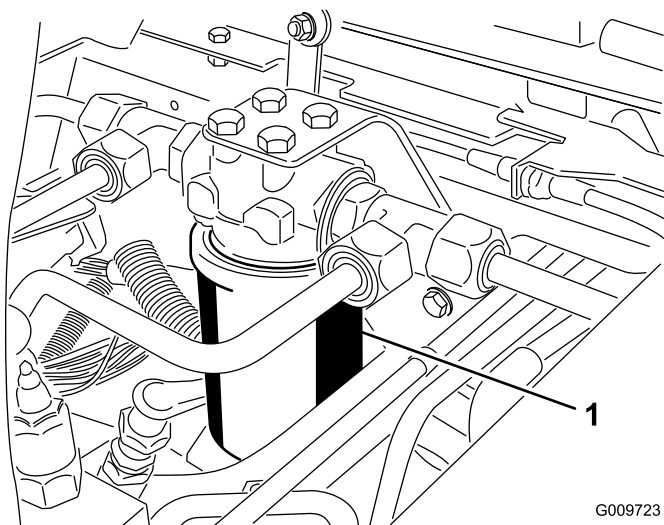
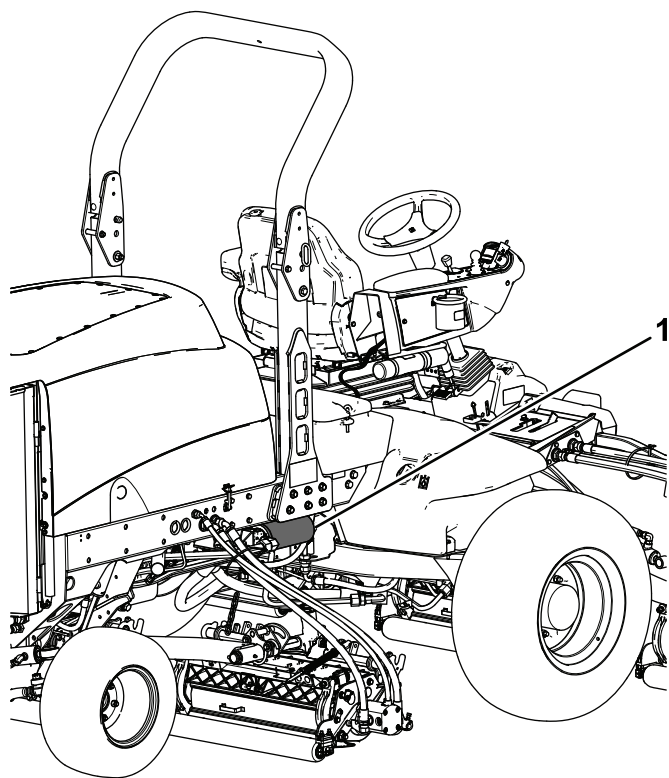

Figura 79
Figura 80
3. Collocate una bacinella di spurgo sotto il filtro (Figura 79 e Figura 80).